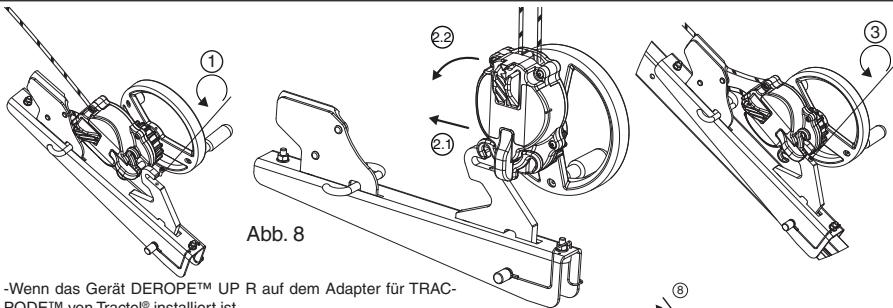

Abb. 8
### 6.3.4 Gerät DEROPE™ UP R (Abb. 8, 9 und 10)
Das Gerät DEROPE™ UP R muss gemäß Abb.8 an der Stütze des Dreibaums TRACPODE™ von Tractel® angebracht werden. Jede andere Befestigung an einem anderen Punkt des Dreibaums TRACPODE™ von Tractel® ist verboten.
1. Die Sicherungsschraube des Befestigungshakens des Adapters für Gerät DEROPE™ UP R lösen (Abb. 8,1).
2. Das Gerät DEROPE™ UP R am Befestigungshaken anbringen (Abb.8, 2.1 - 2.2).
3. Die Sicherungsschraube wieder festziehen, um zu vermeiden, dass sich das Gerät vom Adapter löst (Abb.8, 3), und sicherstellen, dass sie ordnungsgemäß angebracht und festgezogen ist.